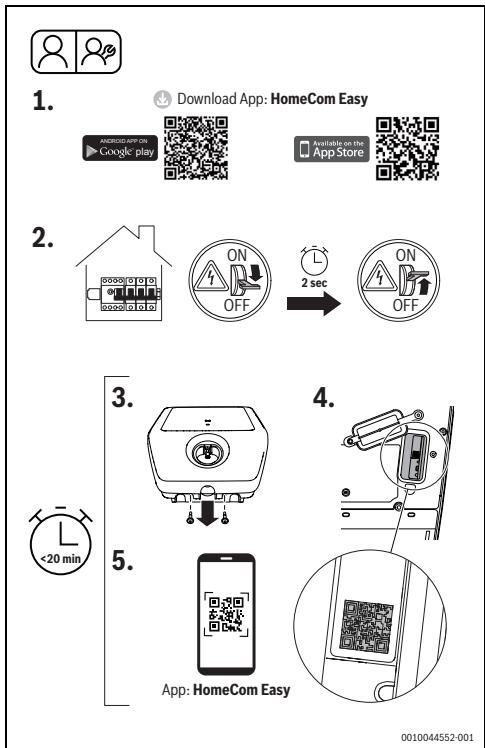

Fig. 403 HomeCom Easy
- Desligue o Power Charge 7000i da alimentação elétrica e, após dois segundos, aproximadamente, voltar a ligá-la (fig. 403, passo [2]).
- Desaperte os dois parafusos na cobertura frontal (fig. 403, passo [3]).